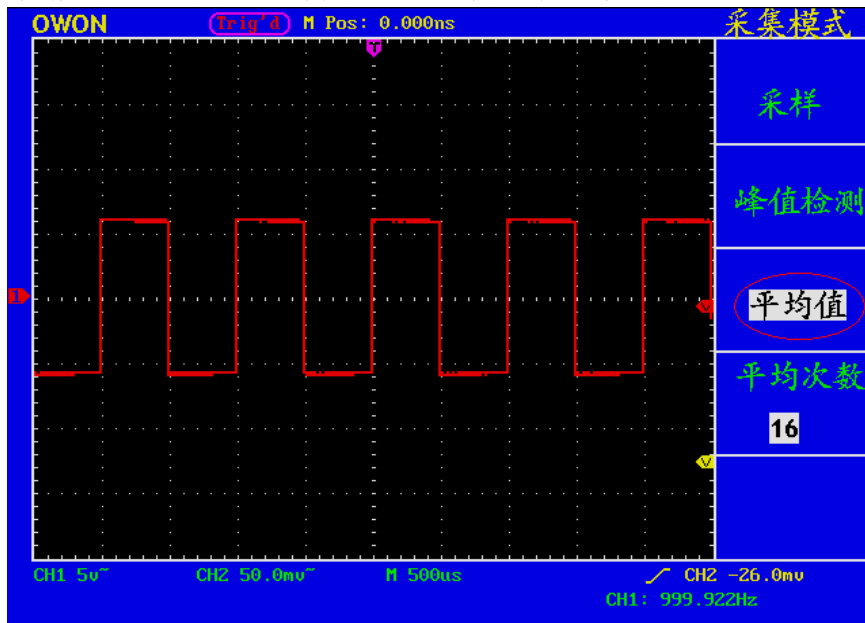

图112: 去除噪声信号的波形
- 取平均值后随机噪声被减小而信号的细节更容易观察，在下面的的图中，当噪声被去除后，在信号的上升沿和下降沿上的毛刺显示出来。见图 112。